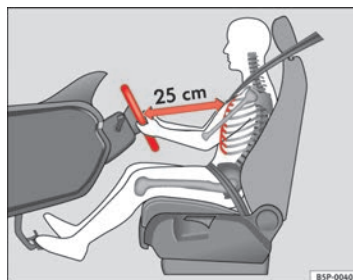

Abb. 134 Die richtige Sitzposition des Fahrers
- Stellen Sie das Lenkrad so ein, bis die gewünschte Einstellung erreicht ist ⇒ Abb. 134.
- Stellen Sie den Fahrersitz oder das Lenkrad so ein, dass der Abstand zwischen Lenkrad und Brustbein mindestens 25 cm beträgt → Seite 178, Abb. 134. Wenn Sie den Mindestabstand nicht einhalten, kann Sie das Airbag-System nicht schützen – Lebensgefahr!